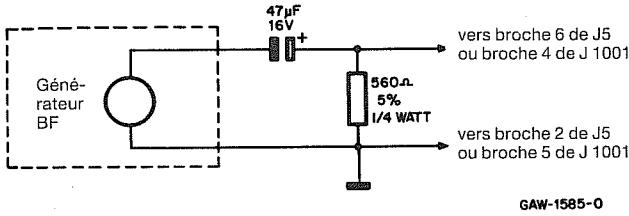

Figure 22
(2) Branchez un générateur B.F. ayant une impédance de sortie de 600 Ohm sur l'entrée microphone (voir figure 22). Consignez la fréquence du générateur sur 1 kHz et le niveau de sortie sur 800 mV efficaces.
(3) Pré-consignez les potentiomètres R302 (VCO MOD) et R305 (REF MOD) à fond vers la gauche. Pour les appareils ayant un espacement entre voies de 25 kHz, à tournez R305 à fond vers la droite.
(4) Choisissez un canal d'émission ayant une fréquence près du milieu de la gamme. Pour les modèles »Private-Line«, choisissez un canal transmettant la tonalité »Private-Line«.
(5) Passez en émission et tournez R302 pour obtenir: